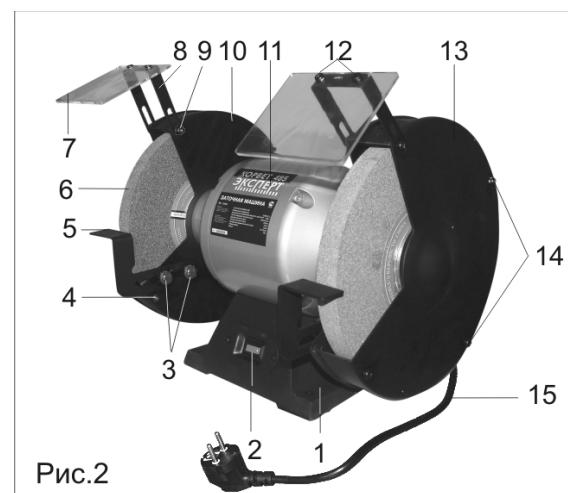

Рис.2
Машина состоит из следующих сборочных единиц и деталей (Рис. 2):
Установите машину на ровной и устойчивой поверхности верстака и надежно закрепите её через специальные отверстия в основании (1), Рис. 2, с помощью болтовых соединений (не комплектуются).
9. СБОРКА И РЕГУЛИРОВКА (Рис. 2)
10.1. Пуск машины (Рис. 2)
10.2. Заточка режущего инструмента (Рис. 2)
11. ЗАМЕНА ШЛИФОВАЛЬНОГО КРУГА (Рис. 2, 3)
После работы очищайте машину от абразивной пыли, металлических опилок и т.д. Перед работой на машине проверяйте крепление всех элементов конструкции машины. Регулярно очищайте защитные экраны (7), Рис. 2, влажной тряпкой, обеспечивая видимость рабочей зоны. Не используйте растворители или очистители, выработанные